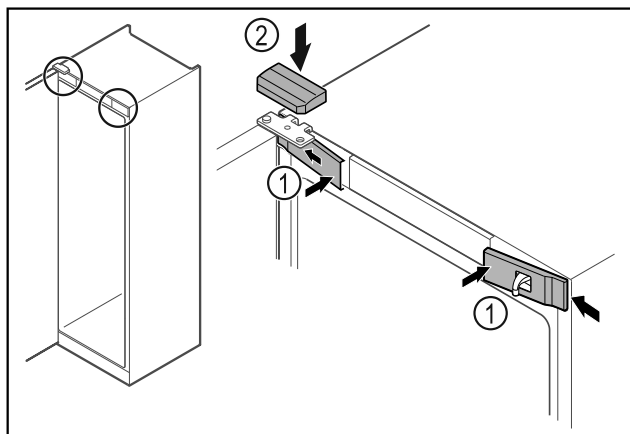

Fig. 47
- ▶ Bočno zakvačite prednje poklopce Fig. 47 (1) i ugnavite ih.
- ▶ Ugnavite gornji poklopac Fig. 47 (2) odozgo.